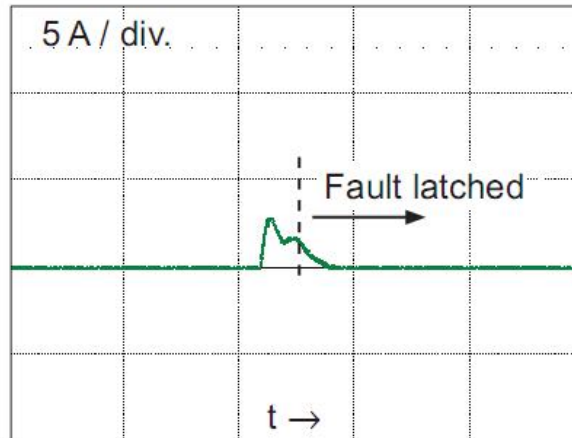

Figure 4. Short-to-ground event
**输出短路和对地短路保护:** 如果两电机输出管脚短接或者任一输出管脚对地短路, 驱动器会通过检测这一过流事件, 然后禁能短路的输出, 这样事器件免于烧毁。当对地短路发生时, 驱动器会一直保持禁能, 直到 SLEEP 进入高电平或者 VDD 被去除。图 4 为对地短路过流现象。